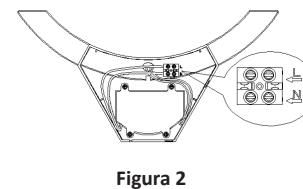

Figura 2
4. Collegare i fili dell'impianto, fase (L) e neutro (N), ai morsetti di alimentazione della plafoniera (vedi Figura 2).